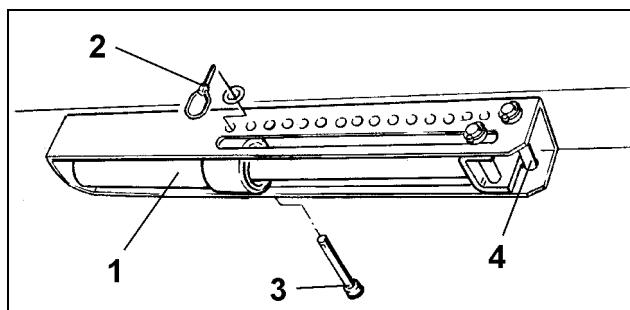

Fig. 75
Conecte el cilindro hidráulico (Fig. 75/1) a una válvula de control de simple efecto del remolcador (ver cap.7.2) y active la válvula de control sólo desde la cabina del remolcador.
Dos pernos (Fig. 75/3 y Fig. 75/4) están enchufados como topes del cilindro hidráulico (Fig. 75/1) en el segmento de regulación. El tope del cilindro hidráulico apoya sobre el perno (Fig. 75/3), cuando el cilindro hidráulico esté sin presión, y en el perno (Fig. 75/4), cuando el cilindro hidráulico esté bajo presión.
- Poner el cilindro hidráulico (Fig. 75/1) bajo presión.
- Enchufar el perno (Fig. 75/3) en una perforación del grupo de agujeros y asegurar con un pasador clavija (Fig. 75/2).